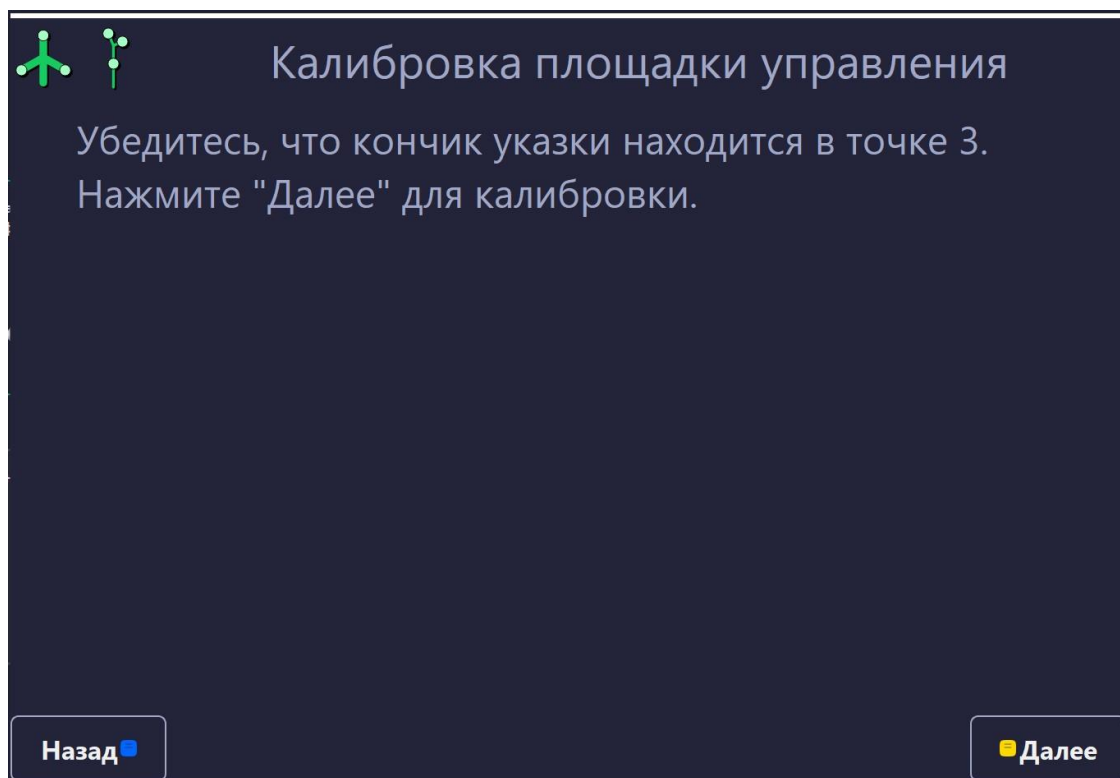

Рисунок 167 – Установка указки в точку 3
5. Установить кончик указки в точку 3 и нажать на кнопку «Далее» или воспользоваться желтой педалью (рисунок 167).